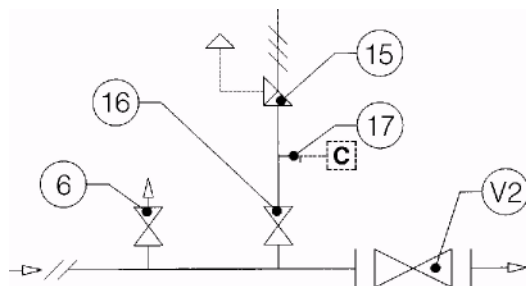

Рис. 9
3.1.2 УСТАНОВКА С ЗАПОРНЫЙ КЛАПАНОМ (РИС. 9)